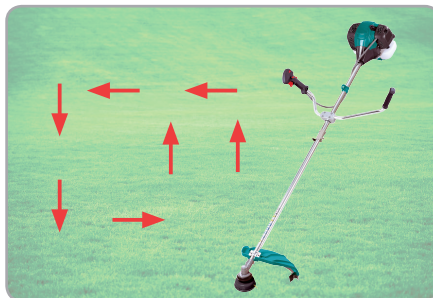

Fig.12
- Începeți să cosiți din punctul cel mai exterior al suprafeței, totodată alegeți-vă modul de cosit, puteți cosi spre dreapta sau stânga. Este recomandat să nu cosiți în ambele sensuri, deoarece riscați să călcați fânul cosit în sensul de întoarcere, conform Fig. 12